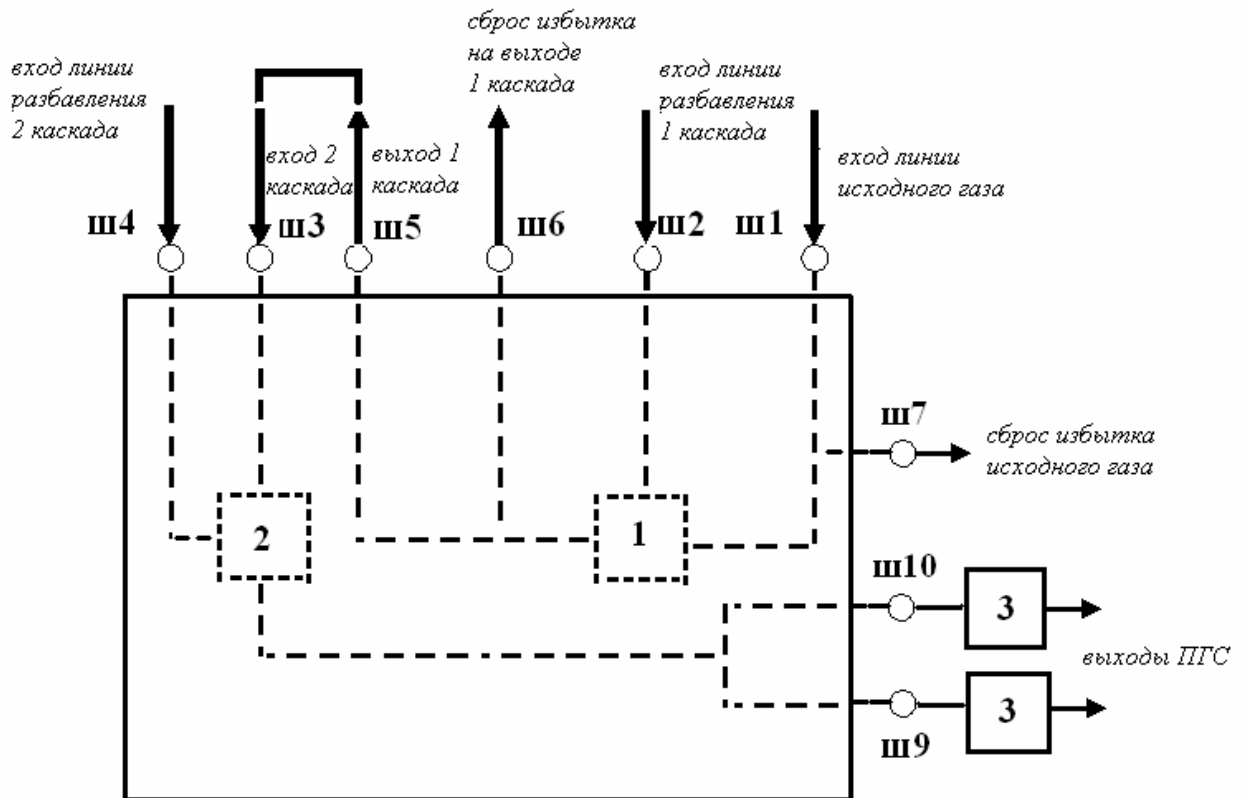

Рисунок 1. Упрощённая пневматическая схема генератора-разбавителя
1.4.2 Исходный газ подаётся на штуцер ш1 и поступает в первый смеситель 1 (рисунок 1) при помощи встроенного в БУП побудителя расхода. Избыток исходного газа сбрасывается в вытяжной шкаф через штуцер ш7.